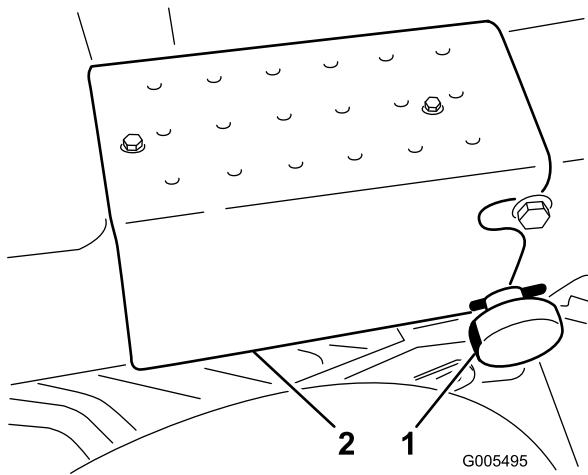

図 7
5. ハンドルアームを通常の運転位置に立てる（ノッチに嵌まる）。固定用ノブとコッター・ピンとで固定する（図 7）。
6. タップ・ネジ2本で、右側ステップをフレームに取り付ける（図 7）。